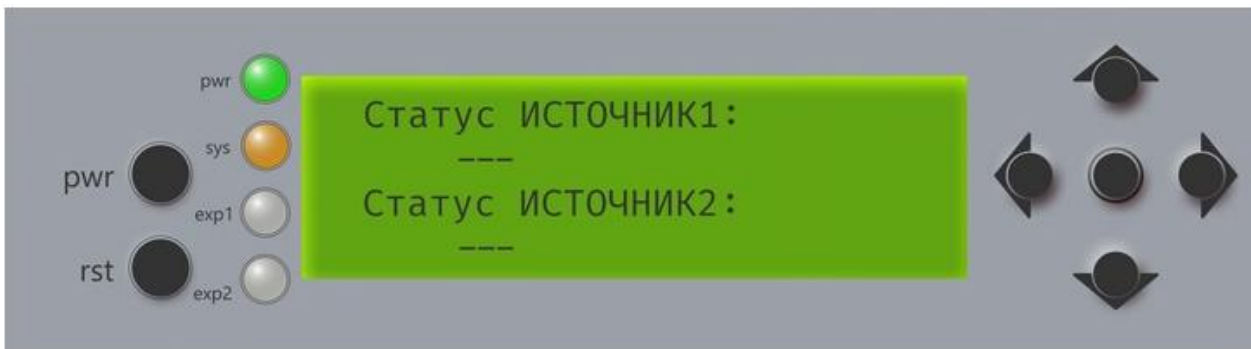
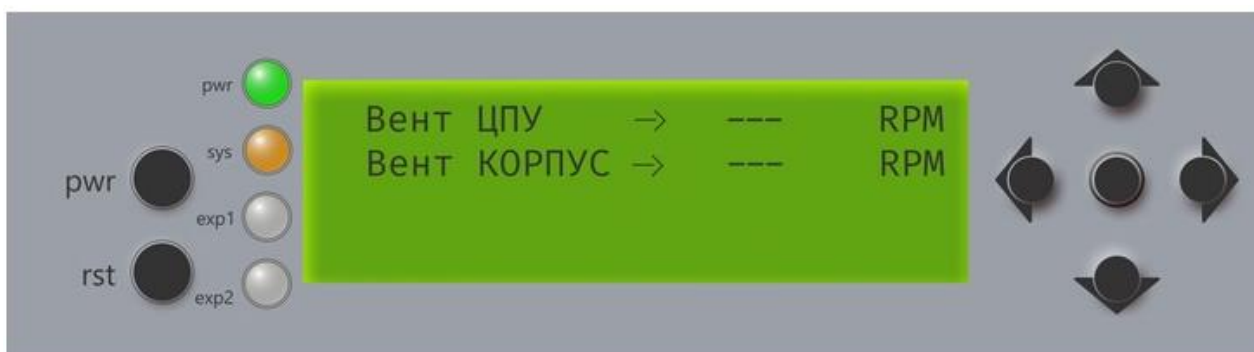

Рисунок 1.18 – Пример диагностики источников питания
Рисунок 1.20 – Пример диагностики вентиляторов при выключенной аппаратной платформе
- статусы источников питания, датчиков температуры, вентиляторов (Рисунок 1.18 – Рисунок 1.20).